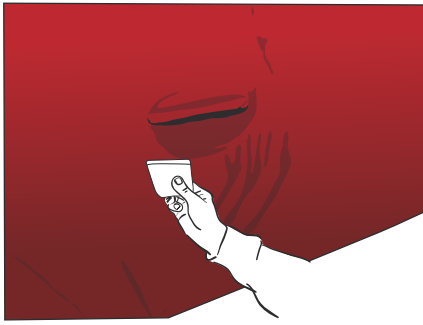

Figure 21
- ▶ Tendre le film sur le passage des poignées et vérifier avec la raclette que vous faites le tour des poignées. (FIG. 21)